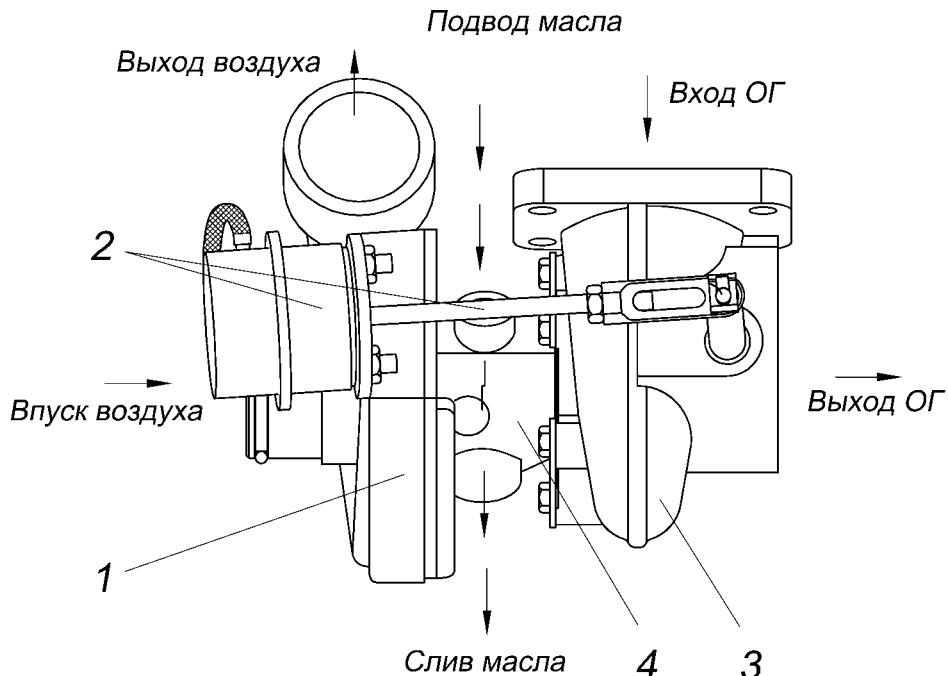

Рисунок 33 – Турбокомпрессор:
**Турбокомпрессор** (Рисунок 33) является одним из основных агрегатов системы впуска воздуха и выпуска отработавших газов, от которого зависят эффективные показатели двигателя – мощность и крутящий момент. Турбокомпрессор использует энергию отработавших газов для нагнетания воздушного заряда в цилиндры. Колесо турбины и колесо компрессора находятся на общем валу, который вращается в плавающих радиальных подшипниках скольжения.